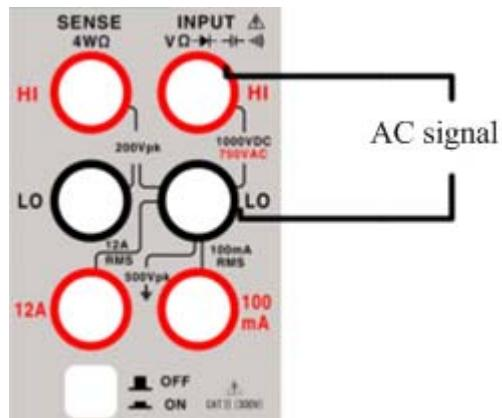

图 2.5.2 频率/周期测量端子连接
2、按图 2.5.2 所示, 将红色和黑色测试引线连接到各自的输入端子。